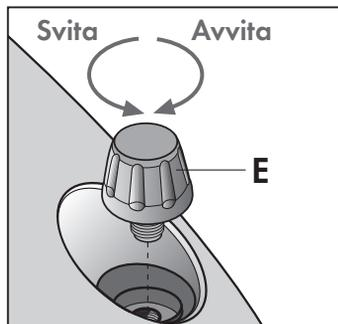

Fig. 4
- Svitare il tappo di riempimento (E) (Fig. 4)
- Avvitare il tappo di riempimento (E) con una leggera pressione ed assicurarsi che sia ben serrato. (Fig. 4)